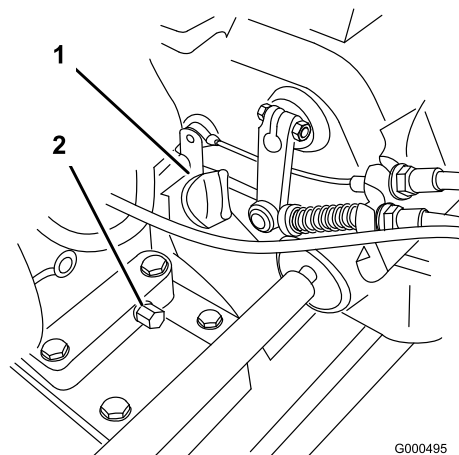

Figura 20
1. Coloque o cortador de maneira a que o motor esteja nivelado e limpe à volta o medidor do nível de óleo (Figura 20).
2. Coloque um recipiente de drenagem na traseira da máquina, debaixo do tampão de escoamento (Figura 20). Retire o tampão de escoamento.